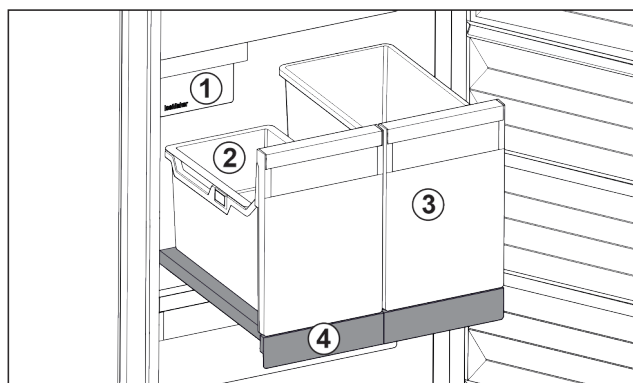

Fig. 122 Udtrækshylde med IceTower
- (1) IceMaker
- (2) Holder i døren til isterninger
- (3) Beholder til f.eks. pizza, alkoholiske drikkevarer
- (4) Udtrækshylde
Der findes to høje beholdere på udtrækshylden (IceTower). I beholderen Fig. 122 (2) samles og opbevares isterninger fra IceMaker. Beholderen Fig. 122 (3) er egnet til opbevaring af høje fødevarer som pizzaer eller alkoholiske drikkevarer.